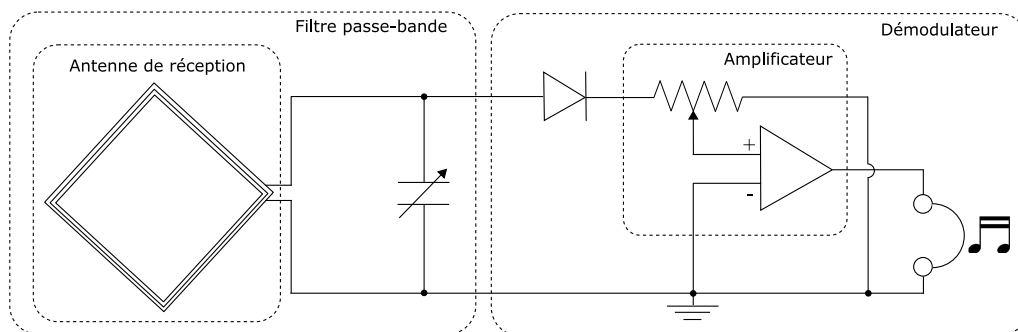
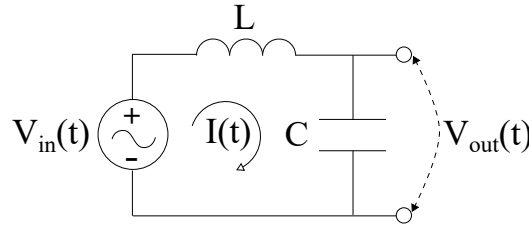

FIGURE 1 : Principales composantes d'un radiorécepteur AM.
FIGURE 4 : Circuit du filtre passe-bande
Le radiorécepteur devra fonctionner dans la bande de radiodiffusion AM, de 540 à 1600 kHz. Comme illustré à la figure 1, le radiorécepteur AM comporte quatre systèmes en cascade :
Le courant circulant dans l'antenne de réception est dû à une multitude de signaux de fréquences différentes provenant de diverses antennes de télécommunications (radio, télévision, téléphones cellulaires, aviation, satellites, etc). Pour isoler le signal provenant d'une station radio unique, nous utiliserons un filtre passe-bande qui atténuera les signaux ayant des fréquences différentes de celle que l'on désire capter. Un tel filtre peut être réalisé par un circuit LC constitué d'une inductance L en série avec un condensateur de capacité C (voir chapitre 3). Ici, l'inductance L est directement celle de l'antenne. Ce circuit est illustré à la figure 4, où $V_{in}(t)$ représente la tension induite aux bornes de l'antenne.
Puisque qu'on veut maximiser la tension $V_{\text{out}}(t)$ qui alimentera éventuellement les écouteurs/haut-parleurs, on s'intéresse au ratio entre $V_{\text{out}}(t)$ et $V_{\text{in}}(t)$, appelé *fonction de transfert* du filtre que l'on note $H(\omega)$. Puisque $V_{\text{out}}(t) = V_C(t)$ selon la figure 4, on peut calculer la fonction de transfert directement en utilisant les équations (1) et (7) :
La composante principale du démodulateur est une diode. Il s'agit d'un dispositif semi-conducteur non linéaire qui laisse passer le courant dans un seul sens (indiqué par la pointe du triangle sur le schéma de la figure 1) lorsque la différence de potentiel à ses bornes est suffisamment positive. Dans le cas de la diode 1N34A au germanium utilisée, il faut que la différence de potentiel dépasse environ 0,3 V pour que le courant circule (figure 7a). Ainsi, le signal de la fréquence sélectionnée par le filtre passe-bande sera suffisamment grand pour activer la diode qui le transmettra aux écouteurs/haut-parleurs (figure 7b), tandis que les signaux des fréquences atténuées par le filtre seront trop faibles pour activer la diode (figure 7c).
Si on voulait fabriquer un radiorécepteur AM sans le circuit amplificateur de la figure 1, il faudrait utiliser des écouteurs à *haute impédance* de 1 k Ω et plus⁴. Or, ce type d'écouteurs est de plus en plus difficile à trouver, puisque la très grande majorité des écouteurs utilisés avec les appareils électroniques modernes (ordinateurs, téléphones cellulaires, tablettes, etc.) sont à *faible impédance* (8 à 32 Ω). Si on utilisait des écouteurs à faible impédance sans circuit amplificateur, le filtre perdrait sa sélectivité (voir figure 5) et on ne serait plus en mesure de choisir la fréquence que l'on veut capter, ce qui enlèverait toute utilité au radiorécepteur. Pour que vous puissiez utiliser votre radio AM avec vos écouteurs de tous les jours, il faut donc ajouter un élément au circuit : un *amplificateur opérationnel*, aussi appelé *ampli-op*. Puisque l'ampli-op a une impédance d'entrée élevée (50 k Ω), il permet de conserver la sélectivité du filtre passe-bande tout en alimentant les écouteurs à faible impédance.
La première étape consiste à vous procurer l'ensemble de pièces qui vous permettra de réaliser le circuit de démodulation et d'amplification (voir figure 1). Cet ensemble est en vente pour environ 30 \$ chez Coopoly. Il contient :
(La ligne noire sur la diode correspond à la ligne du symbole de la diode de la figure 1.)
La figure 9a illustre le circuit du radiorécepteur AM tel que vu par l'antenne, le filtre et la diode. De ce point de vue, on peut substituer le circuit amplificateur et les écouteurs/haut-parleurs par l'impédance d'entrée Z_A de l'ampli-op qui est de l'ordre de $50 \text{ k}\Omega$ ⁵ (voir section 2.4). Pour maximiser les performances du radiorécepteur, il faut que le circuit d'amplification et de démodulation (voir figure 1) affecte le moins possible la sélectivité du filtre passe-bande qui permet de syntoniser une station spécifique. Dans l'analyse du filtre de la section 2.2, rien n'était branché aux bornes du filtre (voir figure 4). Ceci est équivalent à brancher un composant d'impédance infinie à ses bornes. Par conséquent, si l'on veut reproduire cette condition, il faut que l'impédance d'entrée Z_A de l'ampli-op soit la plus élevée possible (en norme) par rapport à l'impédance Z_C du condensateur qui est connecté en parallèle. En effet, si l'impédance Z_A est trop faible, une grande partie du courant total $I(t)$ circulera à travers Z_A au lieu de circuler à travers le condensateur, ce qui aura pour effet de réduire la sélectivité du filtre.
Le circuit amplificateur de la figure 1 est détaillé à la figure 10.